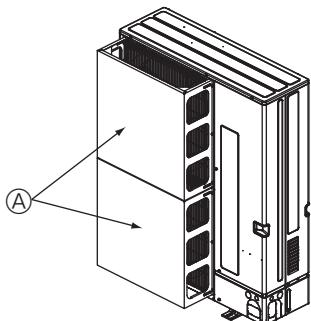

Fig. 2-16
- ① Installeer een optionele luchtgeleider als het apparaat wordt geïnstalleerd op een plaats waar krachtige windstoten zoals van tyfoons, enz. rechtstreeks de luchtauitlaat kunnen binnendringen. (Fig. 2-16)